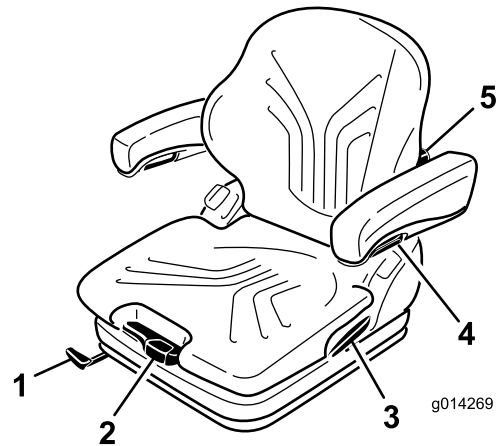

Figure 31
Le siège est réglé pour le poids du conducteur en tirant ou en poussant le levier de réglage correspondant (Figure 31).
1. Levez le levier pour débloquer et régler le siège (Figure 31).
En tournant le bouton de réglage vers le haut, vous pouvez régler le renflement de la partie supérieure du dossier. En tournant le bouton vers le bas, vous pouvez régler le renflement de la partie inférieure du dossier (Figure 31).
Pour régler la hauteur des accoudoirs, séparez le cache rond (Figure 31) du couvercle, desserrez l'écrou hexagonal (13 mm) qui se trouve derrière, réglez les accoudoirs à la position voulue puis resserrez l'écrou. Remplacez la cache sur l'écrou.
Pour régler l'angle des accoudoirs, tournez le bouton de réglage (Figure 31).
Tirez sur le levier pour libérer le verrou du dossier (Figure 31). Lorsque le verrou est libéré, ne vous appuyez pas contre le dossier.